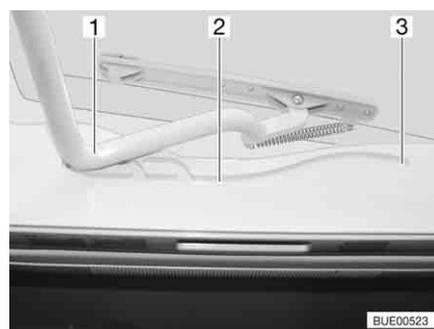

Fig. 89 Oblò Heki, guida
- Tirare la staffa (Fig. 89,1) nelle guide (Fig. 89,2) fino alla posizione più all'indietro (Fig. 89,3).
- Spingere la staffa (Fig. 89,1) leggermente verso l'alto con ambedue le mani.
- Tirare la staffa nelle guide (Fig. 89,2) fino alla posizione desiderata.